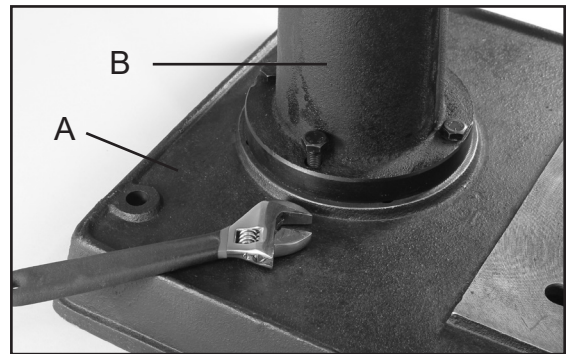

Figure 1
1. Placez la base (Fig. 1, A) sur un sol de niveau là où sera utilisée la machine.
2. Fixez la colonne (Fig. 1, B) à la base (Fig. 1, A) avec 4 boulons M10x40. Serrez les 4 boulons.
3. Vérifiez que la vis hexagonale (#13A) sur le côté du support de colonne (Fig. 1, B) et la vis hexagonale (#1A) sur le collet de la crémaillère sont bien serrées.